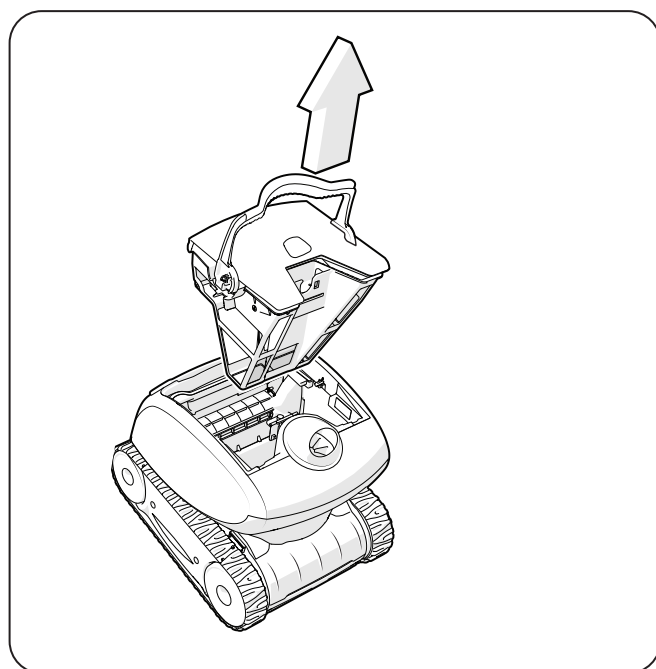

Figure 10. Retirer le boîtier du filtre
- Saisir la poignée et la soulever pour retirer le boîtier du filtre (Figure 10).